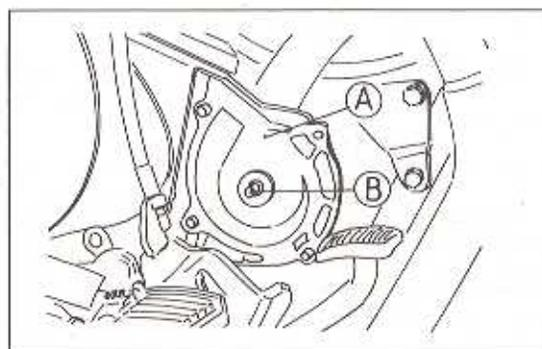

Bild 80
- Die Antriebswelle der Kühlmittelpumpe losdrehen (Linksgewinde) (Bild 80).